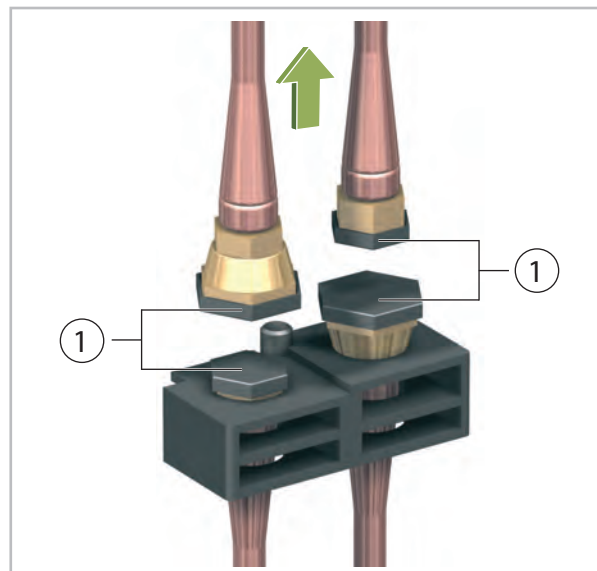

Abb. 16: Schutzkappen aufschrauben
13. ▶ Schrauben Sie die im Lieferumfang enthaltenen Schutzkappen auf die 4 Kupplungshälften (Abb. 16).